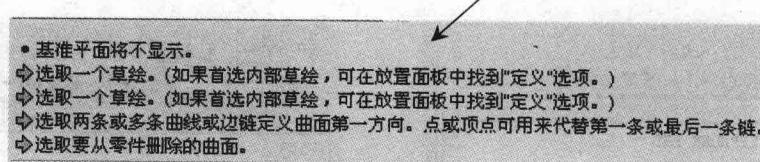

图 1.7
在界面的最下方是状态信息栏，在这里显示当前操作状态的信息，在缺省状态下，显示 5 条最近操作的信息，如图 1.7 所示。
(1) 拖动图 1.7 中箭头所示位置，可以随机控制状态信息栏的显示条数。
(2) 在主菜单选择“工具”→“选项”命令，在弹出的“选项”对话框中输入选项“visible_message_lines”，值为 2。应用后，再次重新启动 Pro/ENGINEER 后，将只显示 2 条信息，用户可以用该选项自定义显示信息的条数。